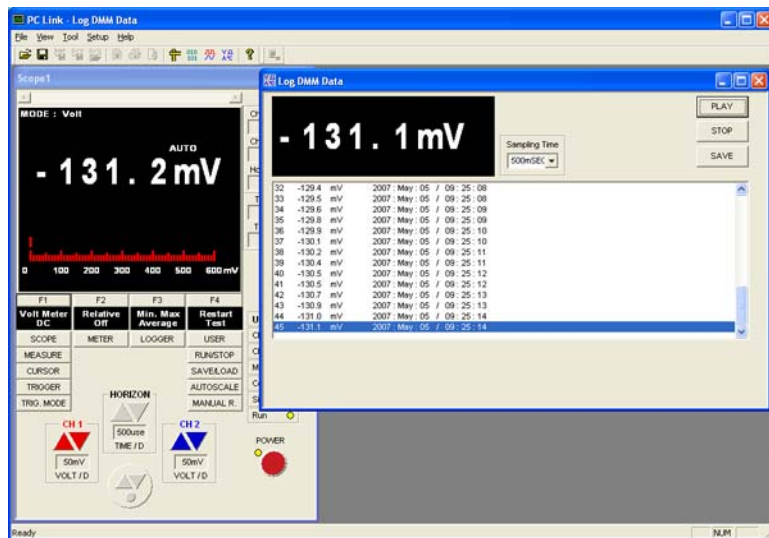

図 17 DMM データ・ログ・ウィンドー
- 1 **DMM** データ・ウィンドーを有効にするには、ツールバーにある **DMM** ボタンをクリックし、またはツールのドロップダウン・メニューで **DMM Data** を選択します。DMM データ・ログ・ウィンドーは図 17 のように示します。